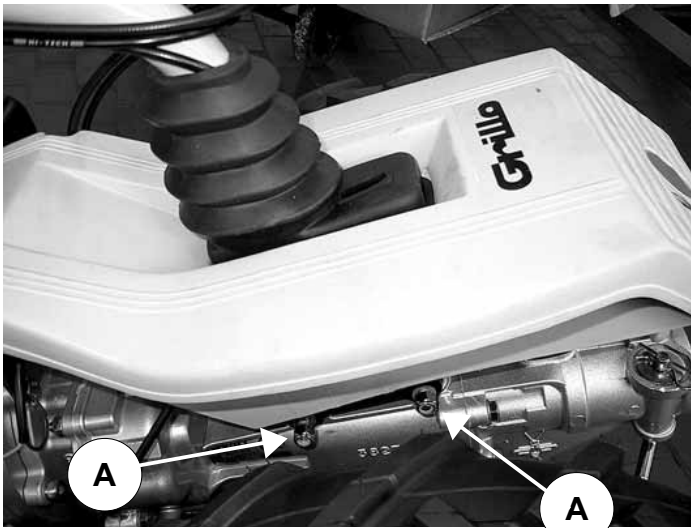
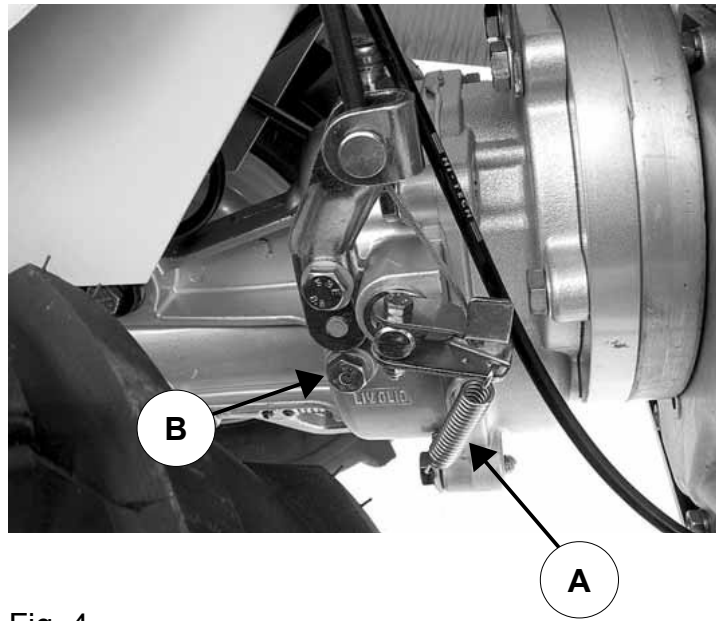

Fig. 1
Fig. 4
- 2) Levantar el carenado de las ruedas (fig. 1)
- 3) Quitar los dos tornillos (fig. 1, pos. A).
- 4) Girar el manillar 180°, volver a colocar los dos tornillos de fijación y ajustar las tuercas (fig. 1, pos. A). Prestar atención a bajar la columna de dirección del manillar hasta que toque el carter de la caja de cambios para evitar que los cables del acelerador, del embrague de la tracción y del embrague del accesorio estén en tensión. Prestar atención a no doblar los cables de mando.
- 5) Posicionar la palanca de regulación del manubrio prestando atención al fin de carrera (fig. 1, pos. B).
- 8) Montar la fresa en el acoplamiento rápido y trabarla con el perno correspondiente (fig. 1, pos. D).
- que los accesorios se encuentren bien fijados a la máquina (fig. 1, pos. D).
Con el motor en régimen bajo, conectar la herramienta tirando la palanca no. 3 (fig. 2) y acelerar oportunamente. La máquina se pondrá en movimiento tirando de la palanca no. 7 (fig. 2) y después tirando de la palanca no. 1 (fig. 2). Dejando la palanca no. 1 (fig. 2) la máquina se para. Tirando de la palanca no. 2 (fig. 1) y la palanca no. 1 (fig. 2) la máquina se detiene. Dejando la palanca no. 3 (fig. 2) la herramienta se detiene. Tirando la palanca no. 2 (fig. 2) la máquina retrocede (mantener el motor a bajas revoluciones). También debe presionar la palanca no. 1 (fig. 2).
Controlar el nivel de aceite cada 50 horas de trabajo (fig. 4, pos. B). En caso necesario, añadir aceite 220 (ISO-L-CKD, DIN 51502 PGLP; API GL5), cantidad 750 g. (fig. 1, pos. C). Cambiar el aceite cada 200 horas. Para eliminar el aceite viejo utilizar el tapón (fig. 9, no. 1).